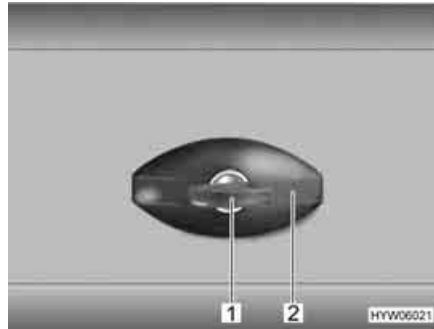

Fig. 46 Serratura dello sportello, ellittico, chiuso
- Inserire la chiave nel cilindro della serratura (Fig. 46,1) e ruotare in senso antiorario di un quarto di giro. La maniglia della serratura (Fig. 46,2) scatta all'infuori.